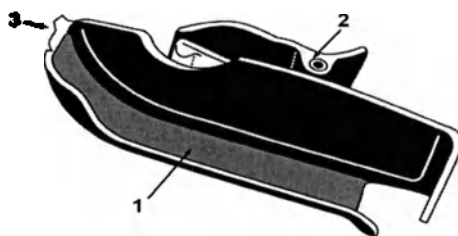

Рисунок 16. Держатель разветвителя.
Разветвитель 6-ти канальный устанавливается внутрь держателя (Рис. 16). Зажимная скоба держателя позволяет крепить разветвитель к стойкам для оборудования, кровати и т.п.
- а. Совместите разветвитель и кабель разветвителя с держателем (Рис. 16).
- а. Потяните зажим назад (рисунок 16, цифра 3).